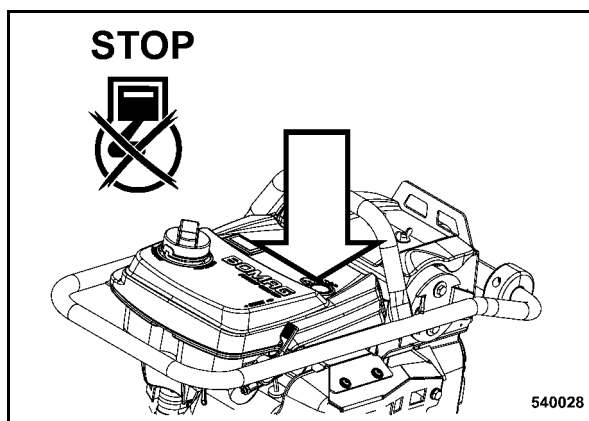

рис. 22
- Нажать кнопку выключения двигателя (рис. 22).